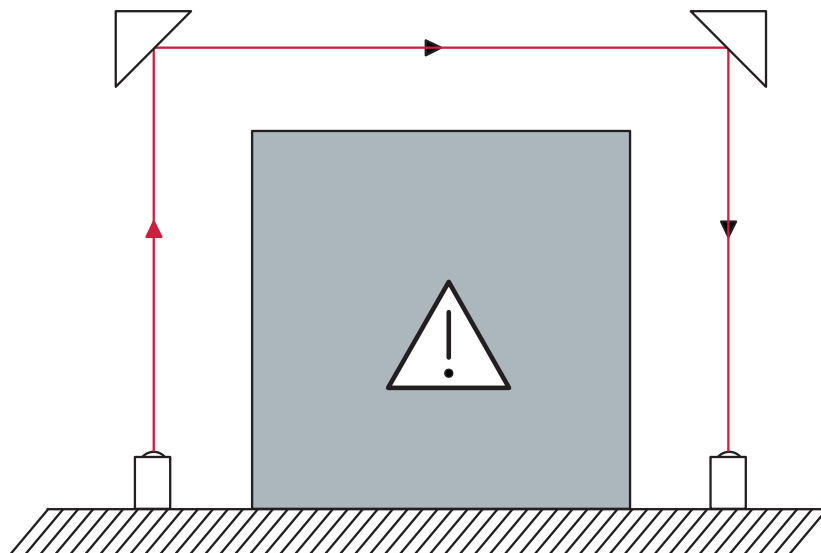

Figura 6.5: Disposizione degli specchi deflettori
- Disposizione degli specchi deflettori in modo che l'asse ottico si trovi al centro dello specchio (Vedi Figura 6.5:).